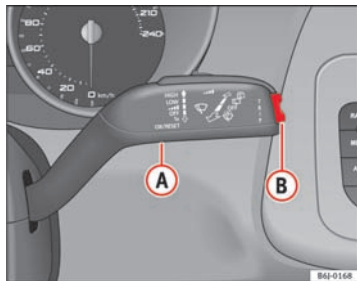

Fig. 34 Betjeningsarm til viskerne: knappen A og vippeknappen B
- Tryk et kort øjeblik på knappen ⇒ Fig. 34 A på betjeningsarmen til viskerne, når tændingen er tilsluttet, for at skifte mellem de to hukommelser.